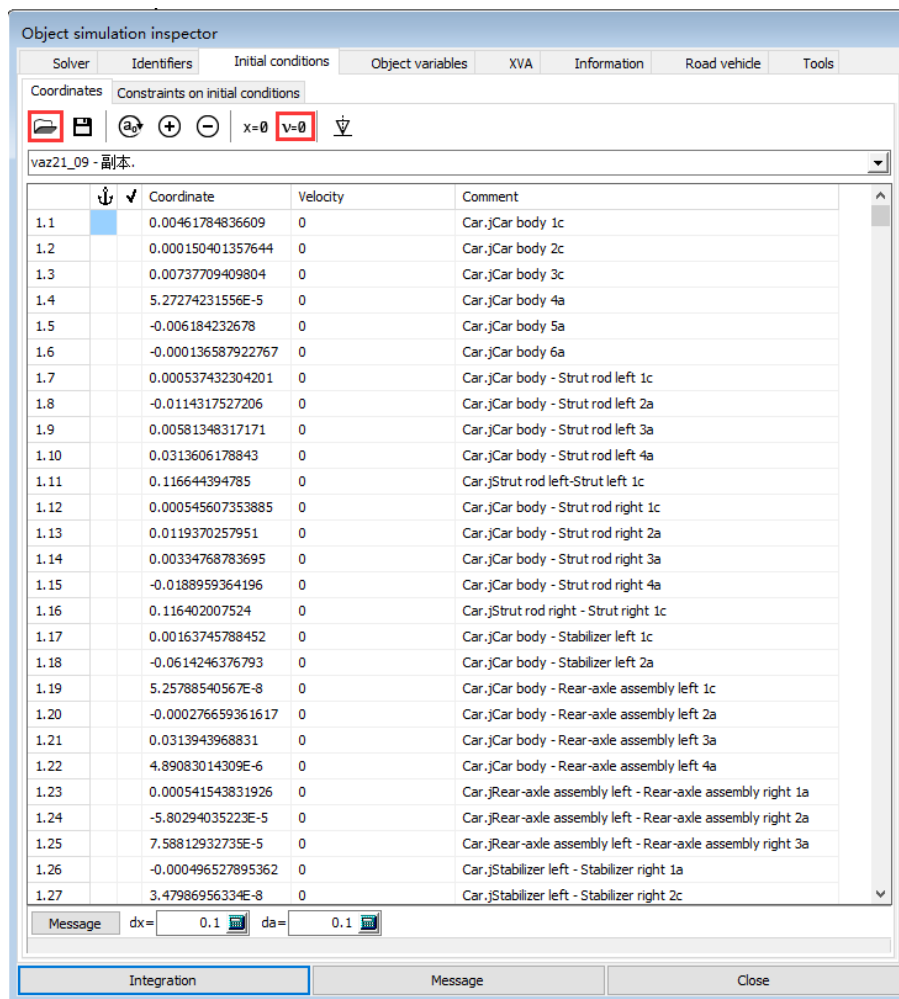

图 1.7
10. 点击图标 $v=0$ ，将速度列清零，只保留坐标列，如图 1.7 所示。